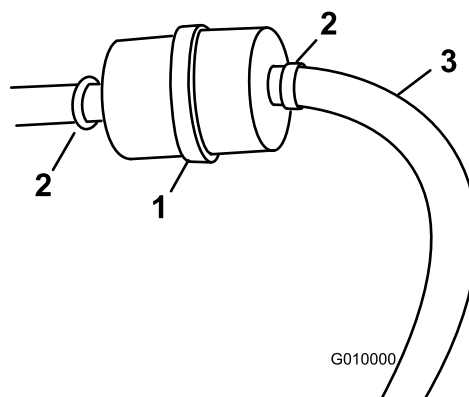

図 52
3. 古いフィルタのクランプをゆるめてフィルタから外して脇に寄せる (図 52)。
5. 新しいフィルタをホースに取り付け、クランプで固定する (図 52)。
3. 燃料フィルタについているクランプをゆるめ、フィルタからはずす (図 52)。
4. 燃料フィルタから燃料ホースを抜く (図 52)。
**注** 落ちてくるガソリンをガソリン容器または廃油受けに受ける（図 52）。
5. フィルタに燃料ホースをつなぎ、クランプで固定する（図 52）。